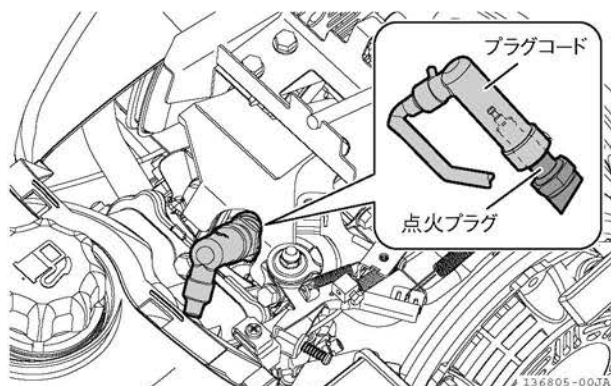
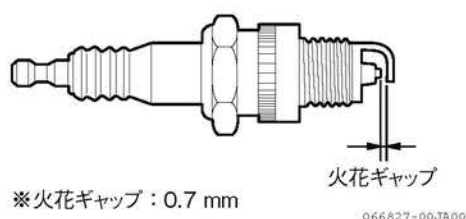

図 4-36 点火プラグ・プラグコード
図 4-40 火花ギャップ
2. ボンネットを外した状態で、プラグコードを外します。(図 4-36)
5. 火花ギャップ (電極すき間) を0.7 mmに調整します。(図 4-40)
電極部が損耗または、破損したものは新品と交換します。点検のしかたの要領で点火プラグを外し、交換してください。(図 4-36、図 4-40)